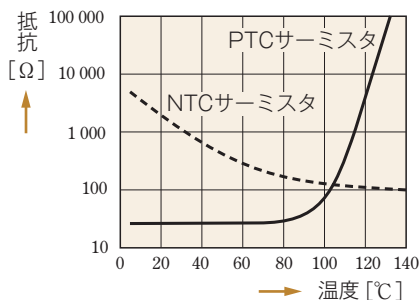

図25 サーミスタの温度特性例
④ thermistor
温度上昇とともに抵抗値が徐々に減少するNTCサーミスタ⑤が最も多く用いられており、その他に、ある温度で抵抗値が急増するPTCサーミスタ⑥や、特定温度で急激に電気抵抗が変化するCTC⑦がある。図25に、サーミスタの温度特性例を示す。
⑤ negative temperature coefficient thermistor
⑥ positive temperature coefficient thermistor
⑦ critical temperature coefficient